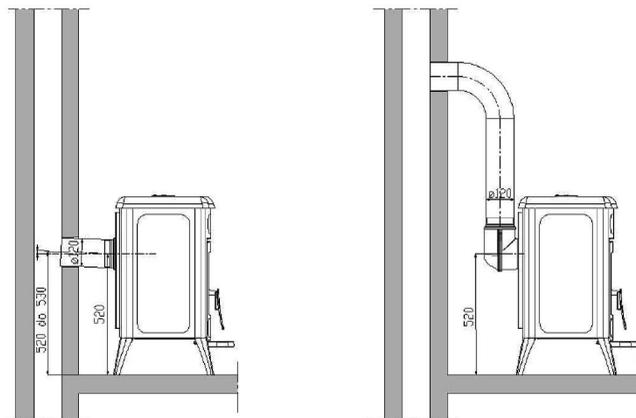

Figura 2
Instale o pedestal frontal (162) como mostrado na figura da capa. A ligação da chaminé está localizada na posterior do equipamento. As ligações superior e posterior e de instalação da chaminé são fornecidos com o equipamento. As formas de ligação estão descritas na figura abaixo (Figura 2). Recomendamos a instalação do tipo b), com a ligação da figura 6 (fim do manual). Se utilizar a ligação do tipo a) (abaixo), tenha em atenção que a tubagem deve ter uma ligeira inclinação em relação à saída de fumos.